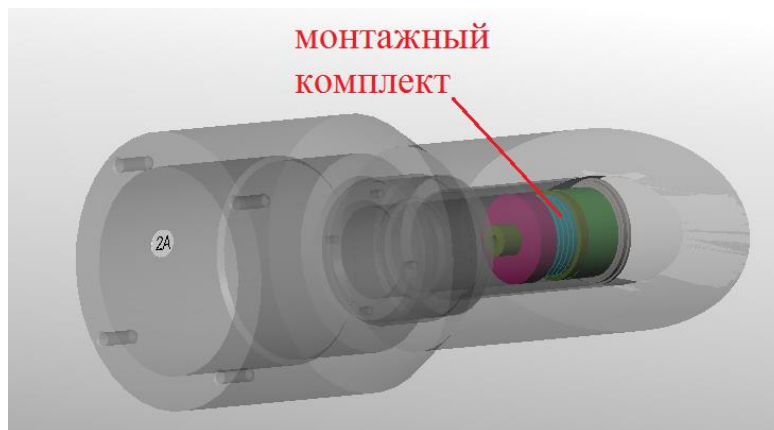

Рисунок 51 – установка монтажного комплекта
4.2.2.20 Установить монтажный комплект в сборе, как показано на рисунке Рисунок 51.